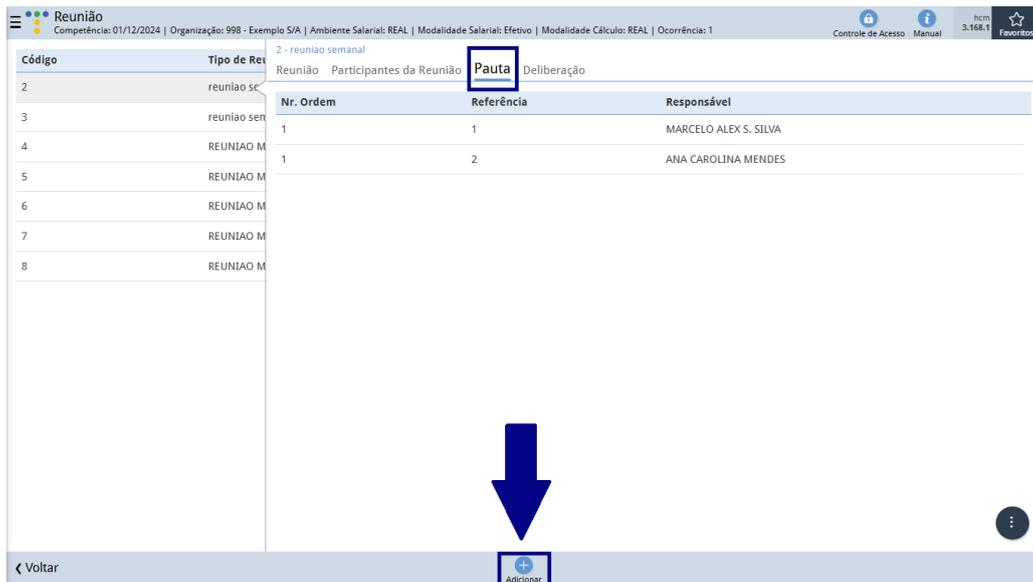

Figura 110: Adicionar
1. Acesse a aba **Pauta** e clique em **Adicionar** (Figura 110).